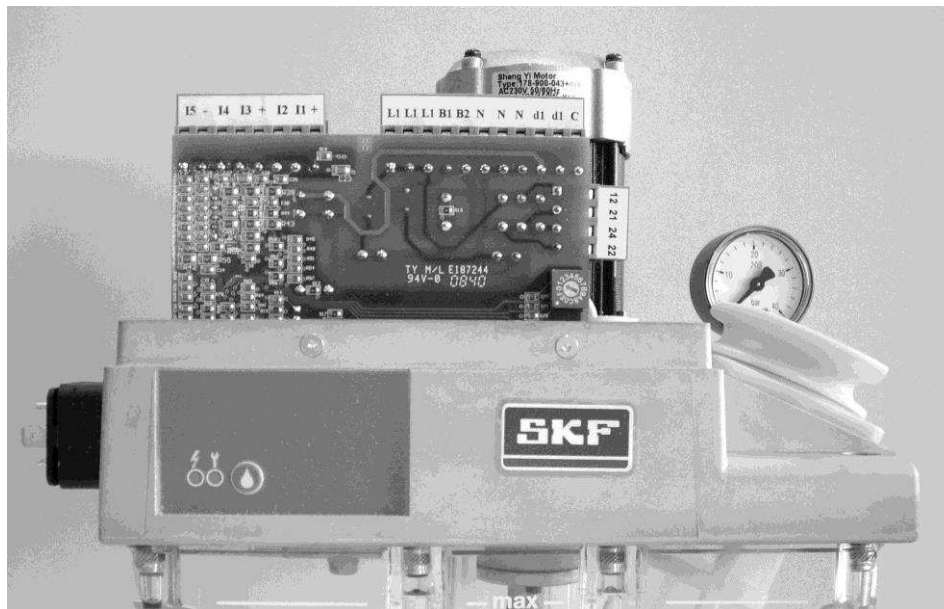

Figura 1 - 1. Unidad de control para equipos industriales, montada
La Figura 1 - 2 muestra la estructura de la unidad de control para sistemas de lubricación centralizada. En el dorso de la platina (1) se encuentran las regletas de bornes de las conexiones eléctricas (2), así como la interfaz de servicio (4). En la parte frontal se encuentra el conmutador giratorio para ajustar los valores de los parámetros (3).